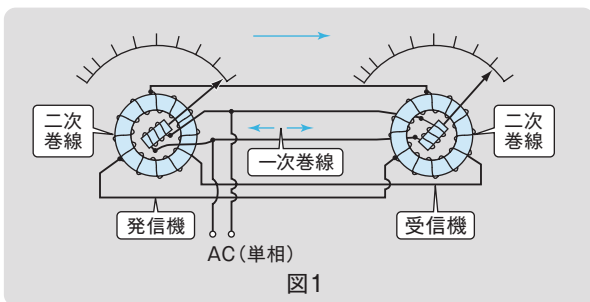

図1
セルシン (以下通称の「セルシン」を使います) は、回転子側に一次巻線、固定子側に二次巻線をもつ回転変圧器になっていて、一次と二次の相互インダクタンスが回転子の位置によって、正弦波状に変化するよう設計されています。角度検出器としてのセルシンは、一般に 2 個以上の回転体の軸の回転位置を自動的に保たせる特殊な多相回転機であり、セルシン発信機とセルシン受信機の 1 対からなっています。3 本の信号線と交流電源を接続し、発信機側の軸を回すと受信機側の軸も同じように追従して回ります (図 1)。
セルシンの構造は、図 1 のように中心に回転可能なコイルがあり、その周りに  $120^\circ$  の間隔で配置されたコイルがあります。中心の一次コイルには交流電流が流れ、これにともない周囲の二次コイルには交流電圧が発生します。この電圧は、中心の一次コイルの角度位置に従って変化します。セルシン変換器 (JS) は、この 3 つの周囲コイルの交流電圧を受け取り、セルシンと同じ交流電源を使って同期整流を行います。そして、マルチプレクサを経て CPU に入力します。CPU は、この 3 つの電圧を X-Y の直交成分に分解します。次いで各々の成分を加算することによって X 成分、Y 成分を求め、ROM のデータテーブルから回転角度を算出します (図 3)。